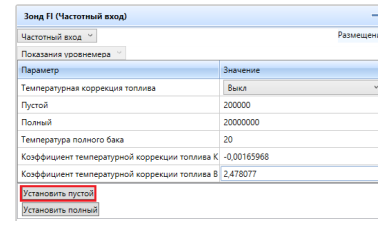

Рисунок 6
4. Слить топливо. Выждать 30 секунд. Кнопкой «Установить пустой» на вкладке Порты/Зонд FI(Частотный вход)/Уровень топлива зафиксировать нижний предел измерений (рисунок 6).